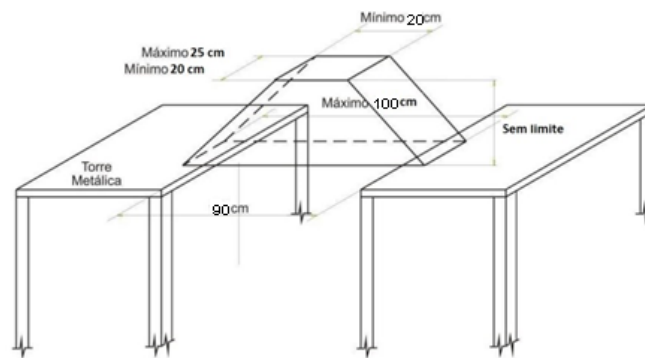

Figura 1: Esquema geral das dimensões da ponte.
- As dimensões gerais da ponte podem ser verificadas na Figura 1.